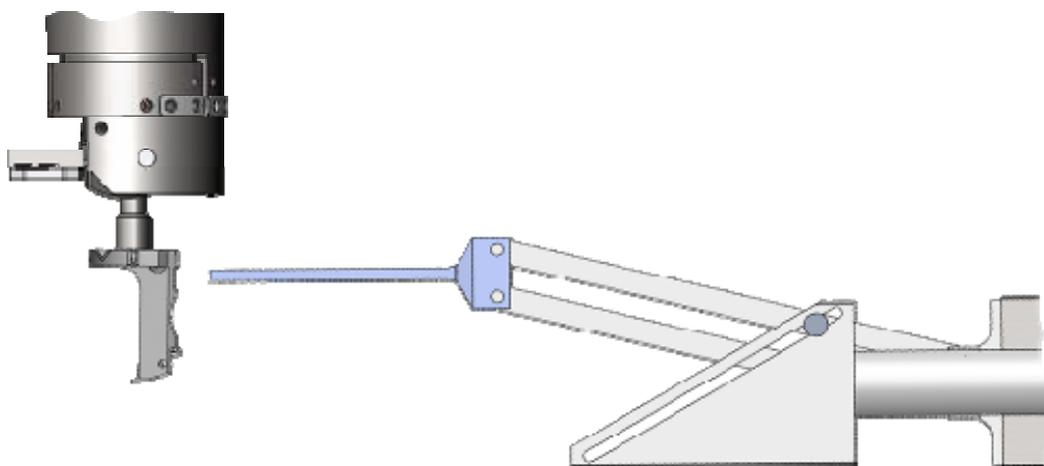

Рис. 5-21
16. Переместите манипулятор в сторону камеры зондов так, чтобы кронштейн вышел из отверстия в зондовой головке (Рис. 5-21).